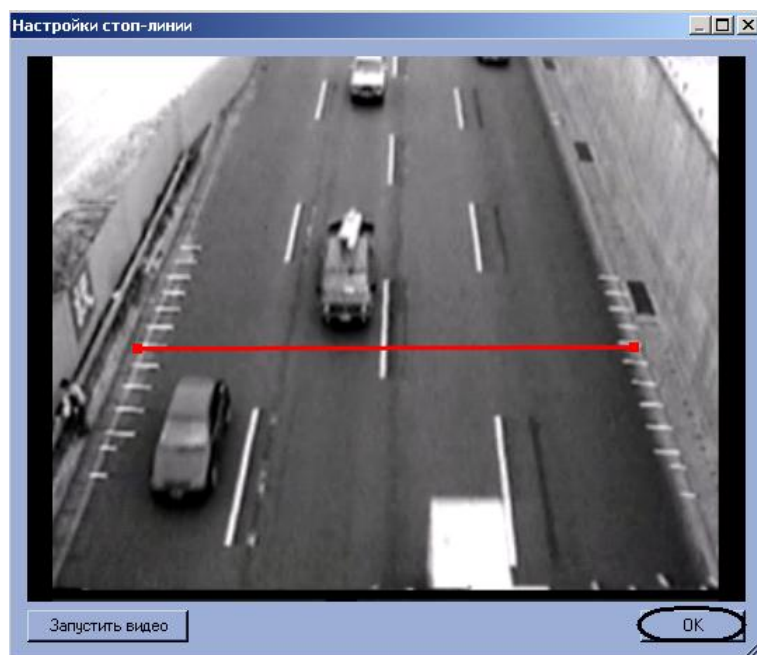

Рис. 7.2—33 Задание стоп-линии
- 4.3 Задать стоп-линию. Для этого требуется навести курсор мыши на один из краев дороги, нажать левую клавишу мыши и, не отпуская левой клавиши мыши, сместить курсор на другой край дороги в кадре видеозображения (см. Рис. 7.2—33).